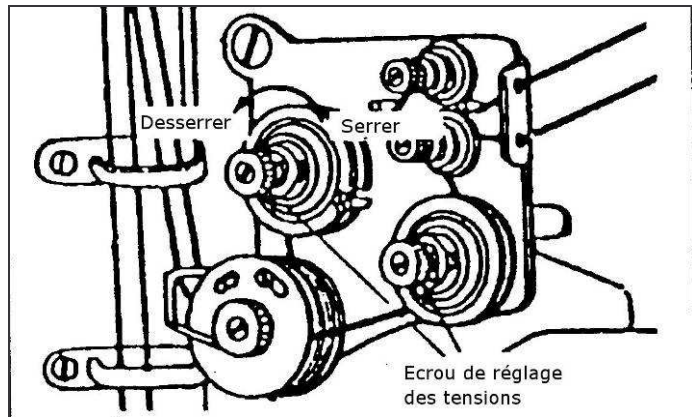

Figure 7
2) La tension du fil supérieur (fig. 7)